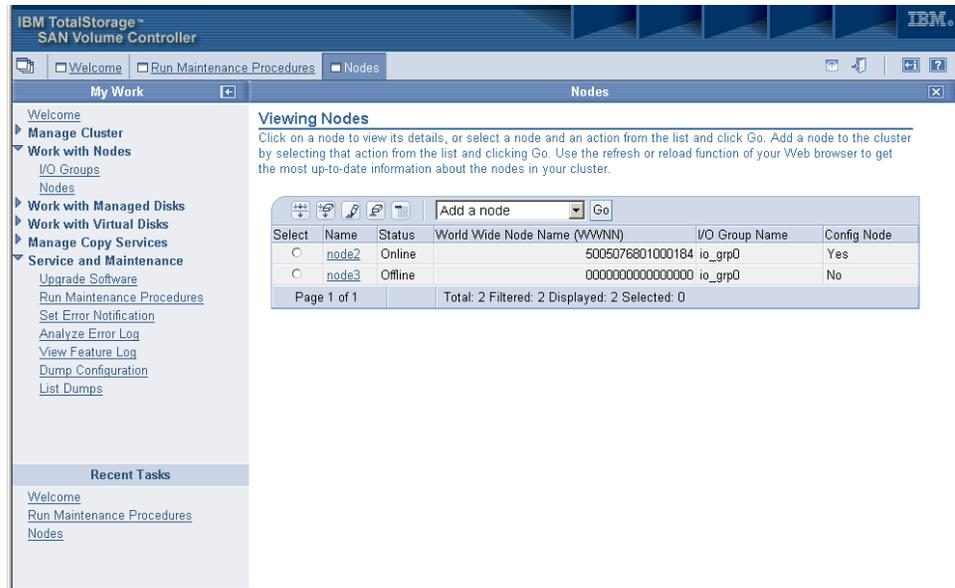

図 24. SAN ボリューム・コントローラー・コンソールの「ノード」パネル
2. 「ノード」オプションを選択すると、次のパネルが表示されます。11 ページの図 24 を参照してください。